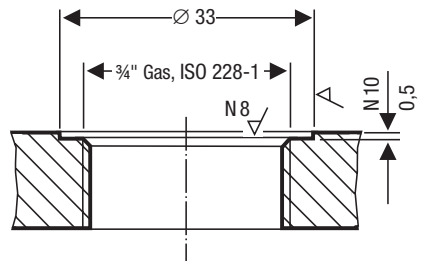

Fig. 10
1. Controllare la superficie di tenuta. **Fig. 10**
- La superficie di tenuta della flangia deve essere lavorata in modo accurato come indicato in **Fig. 10**.